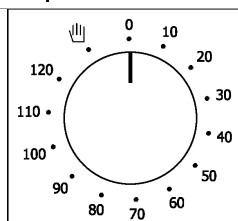

Fig. 1
**Programação do tempo de confecção** - O forno entra em funcionamento girando o comando do programador (Fig. 1) em direcção ao símbolo  (funcionamento contínuo) ou em correspondência com o tempo seleccionado para a confecção (até 120 minutos); no segundo caso, o forno desliga-se automaticamente no final da confecção.